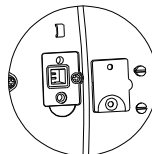

Figura 4-2. Piedini LFT.
2. Rimuovere il coperchio di sicurezza sotto la bilancia e accedere ai due piedini situati in un alloggiamento (vedere la Figura 4-2). Accorciare i piedini (è possibile utilizzare un cacciavite a lama piatta) e contemporaneamente accendere la bilancia. La bilancia esegue la procedura di avvio, quindi nel display viene visualizzato lo stato corrente [LFT 00FF] (LFT OFF, sbloccato) o [LFT 00FF] (LFT ON, bloccato). Premere il tasto 'No' per modificare tale impostazione oppure premere il tasto 'Yes' per confermarne lo stato.